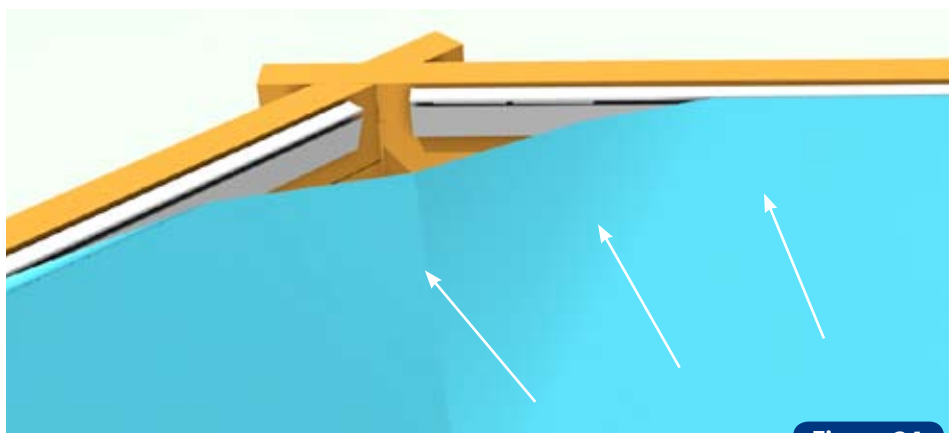

Figure 24
- Accrochez le lien de liner dans la baguette (figure 24).